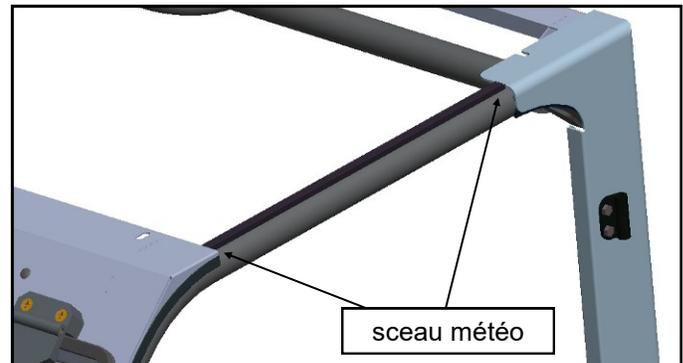

Fig. 12 (appliquer weatherseal)
12. Selon la fig. 12, fixez le joint d'étanchéité de 1/2 po le long du haut de la barre ROPS des deux côtés entre le support du pare-brise et le support du toit arrière. Assurez-vous que le ROPS est propre, sec et à température ambiante avant d'adhérer à l'étanchéité.